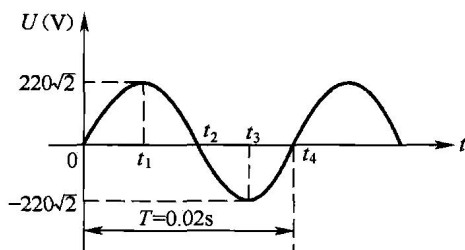

图 1-10 交流电周期、频率和瞬时值
周期和频率是交流电最常用的两个概念, 下面以图 1-10 所示的交流电波形图来说明。
① 周期。从图 1-10 可以看出, 交流电变化过程是不断重复的, **交流电重复变化一次所需的时间称为周期**, 周期用 T 表示, 单位是 s (秒)。图 1-10 所示交流电的周期为 $T = 0.02\text{s}$, 说明该交流电每 0.02s 会重复 $0 \sim t_4$ 这个过程一次。
② 频率。**交流电每秒内重复变化的次数称为频率**。频率用 f 表示, 它是周期的倒数, 即
频率的单位是 Hz (赫兹), 图 1-10 所示交流电的周期 $T = 0.02\text{s}$, 那么它的频率 $f = \frac{1}{T} = \frac{1}{0.02} \text{Hz} = 50\text{Hz}$, 说明在 1s 内交流电能重复 $0 \sim t_4$ 这个过程 50 次。交流电变化越快, 变化一次所需要的时间越短 (即周期越短), 频率就越高。